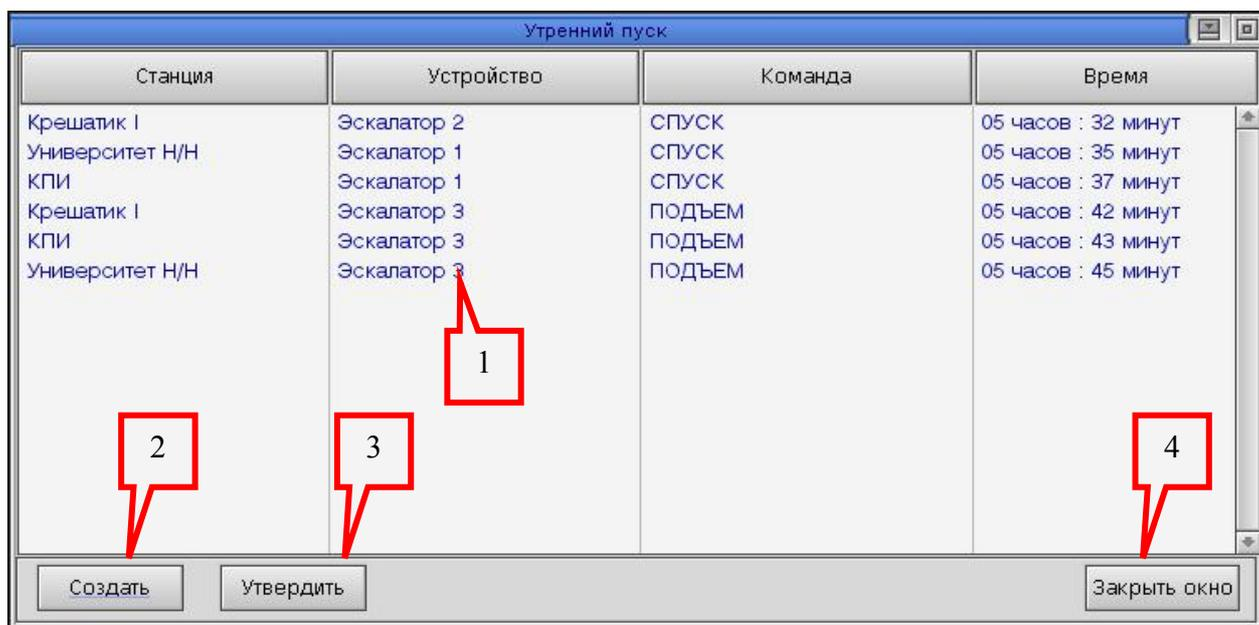

Рисунок 5 Диалоговое окно списка команд утреннего пуска
красного цвета и надпись на кнопке – «УТРЕННИЙ ПУСК НЕ УТВЕРЖДЕН». Автоматическое создание списка команд утреннего пуска устройствам происходит в 00:00, если происходит запуск программы после этого времени, то список команд утреннего пуска необходимо создать вручную нажатием кнопки «Создать» (рисунок 5 поз 2)). Если список команд утреннего пуска создан и утвержден диспетчером, индикатор на кнопке зеленого цвета и надпись на кнопке – «УТРЕННИЙ ПУСК УТВЕРЖДЕН». Если необходимо отменить выполнение утвержденного списка команд утреннего пуска, достаточно нажать кнопку «Создать», при этом произойдет пересоздание списка команд и его утверждение будет отменено.
- Списка команд, готовых к отправке устройствам (рисунок 5 поз 1);
- Кнопки «Создать» (рисунок 5 поз 2) для создания неутвержденного списка команд;
- Кнопки «Утвердить» (рисунок 5 поз 3) для утверждения списка команд;
- Кнопки «Заккрыть окно» (рисунок 5 поз 4) для закрытия окна утреннего пуска.